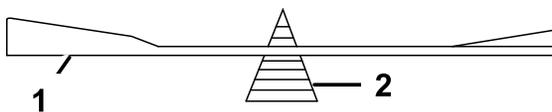

Figura 55
- Verifique el equilibrio de la cuchilla colocándola sobre un equilibrador de cuchillas (Figura 55).